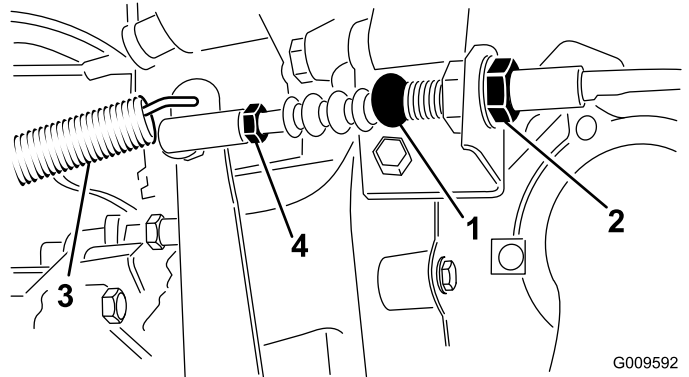

図 65
1. クラッチケーブルをベルハウジング上のブラケットに固定しているジャムナットをゆるめる（図 65）。